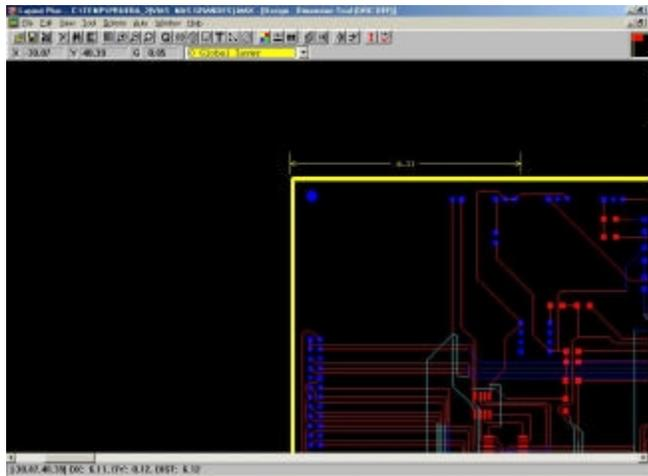

Figura 4.32 Dimensionado de la tarjeta.
- 3 Arrastre el cursos hasta posicionarse sobre las coordenadas de fin y dé clic (*ver figura 4.32*).